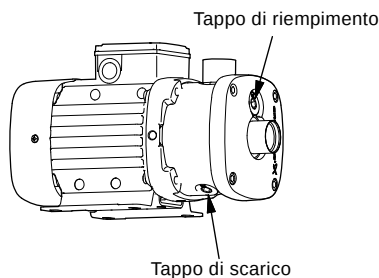

Fig. 7 Tappi nella camicia della pompa
3. Rimuovere il tappo di riempimento. Vedere la fig. 7.
Vedere la fig. 7.